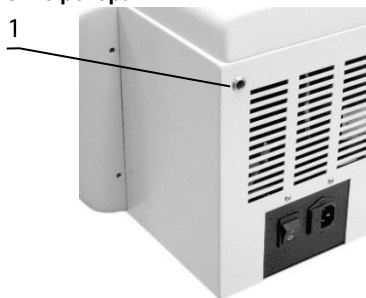

Рисунок 3. LMC4200R, правая сторона
5.13.3. **LMC-4200R.** Вставьте ключ для экстренного открытия в отверстие на правой стороне прибора, над выключателем питания (рис. 3/1). Надавите до щелчка и поднимите крышку рукой.